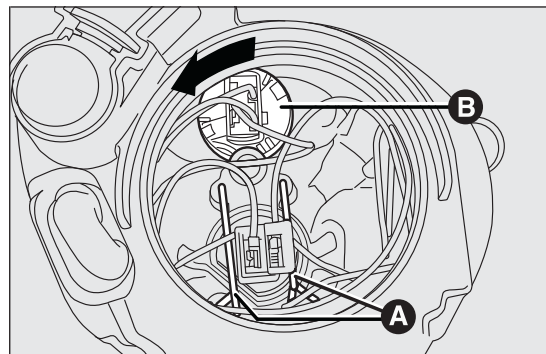

fig. 114
- ☐ desenganchar los dos muelles de sujeción de la lámpara A fig. 114;